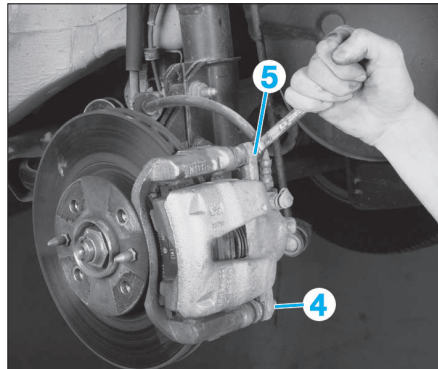

FIG. 3
- Déposer les vis inférieure (4) et supérieure (5) de l'étrier du support d'étrier de frein (Fig.3).